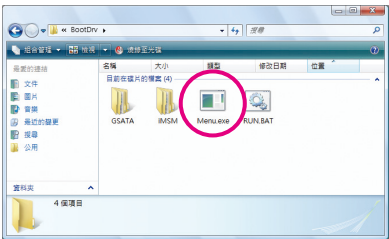

图2
- 2: 进入光盘中「BootDrv」文件夹，双击「Menu.exe」文件(图2)后会出现「命令提示字符」画面，内含如图4的控制器选单。